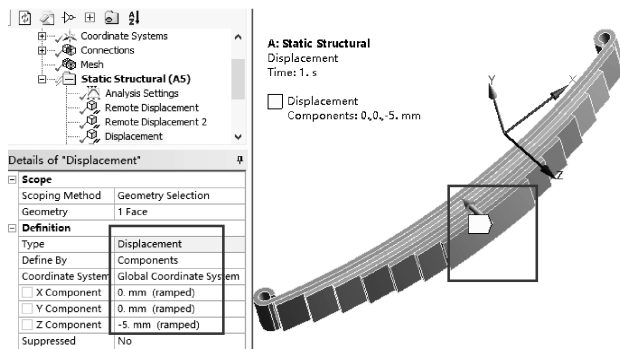

图 1-12 施加位移
(4) 施加位移: 在标准工具栏中单击 , 然后选择 Auxiliary 底面, 接着在环境工具栏中单击【Supports】→【Displacement】→【Details of “Displacement”】→【Definition】→【Define By】= Components, 【X Component】= 0, 【Y Component】= 0mm, 【Z Component】= -5mm, 如图 1-12 所示。